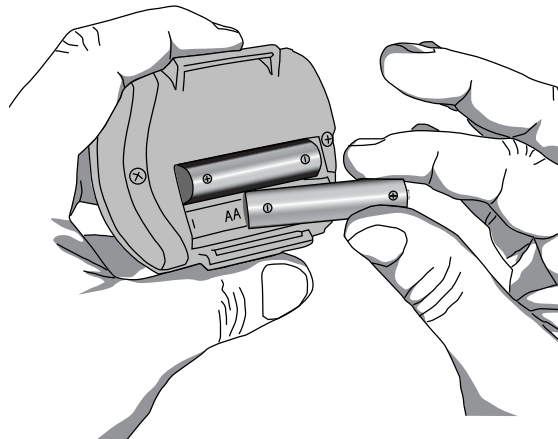

Abbildung 5: Batterien einlegen.
2. 2 neue AAA-Batterien einlegen (Abbildung 5). Die Ausrichtung der Batterien ist im Inneren des Batteriefachs dargestellt.